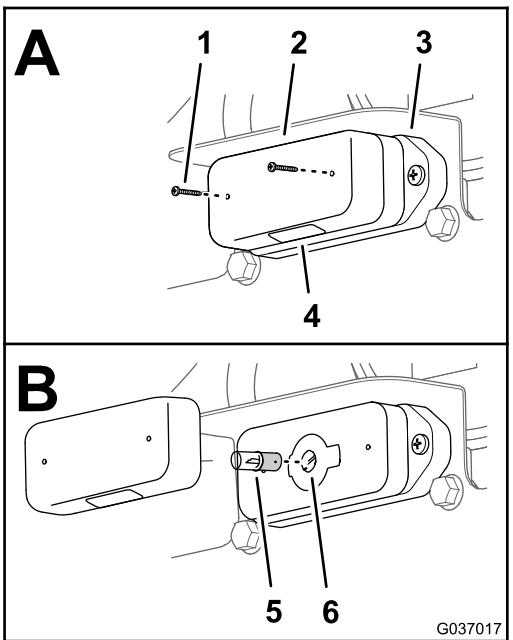

Figura 76
1. Retire los 2 tornillos que sujetan la tapa a la base de la luz de la placa de la matrícula y retire la tapa (A en la Figura 76).
2. Presione ligeramente la lámpara hacia abajo y gírela en sentido antihorario hasta que quede liberada del alojamiento de la luz y retire la lámpara (B en la Figura 76).
3. Instale la lámpara nueva en el alojamiento de lámpara (B en la Figura 76).
4. Presione ligeramente la lámpara hacia abajo y gírela en sentido horario hasta que quede sujetada en el alojamiento (B en la Figura 76).
5. Alinee la tapa a la base de la luz de la placa de la matrícula con la lente hacia abajo (A en la Figura 76).